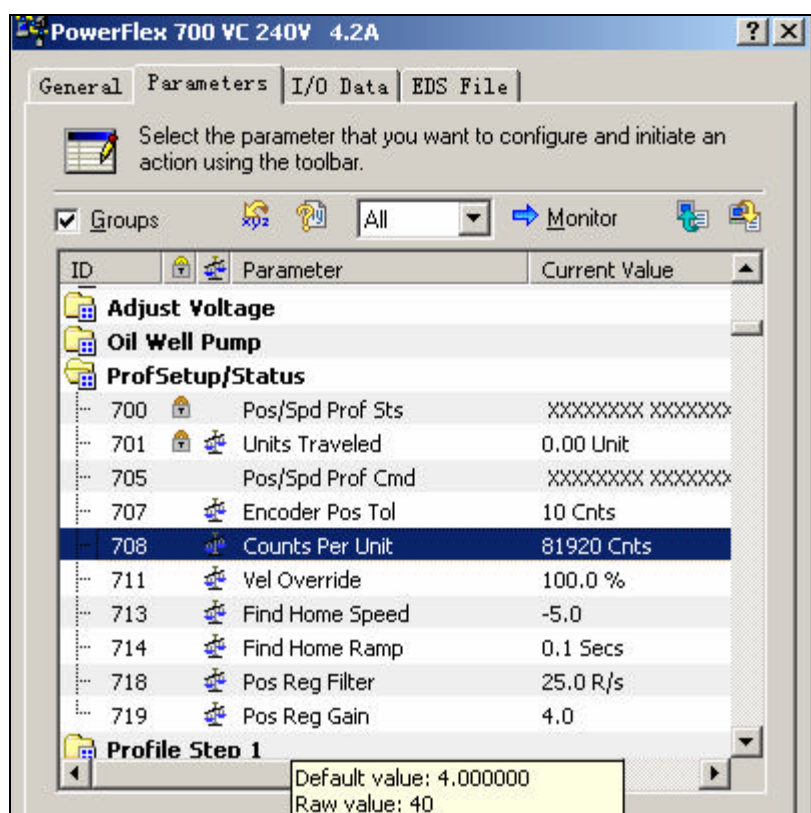

图 5-24 设置 Profsetup/Status 参数
(12) 在参数列表中设置如下所示的参数,设置过程如图 5-24 所示。参数 713[Find Home Speed]是变频器执行归位例程的速度,参数 714[Find Home Ramp]是变频器执行归位例程的加速率。参数 718[Pos Reg Filter]和参数 719[Pos Reg Gain]的默认比例关系约为 6 比 1,最小的比例关系不能小于 4 比 1。这两个参数对于位置调节十分重要。